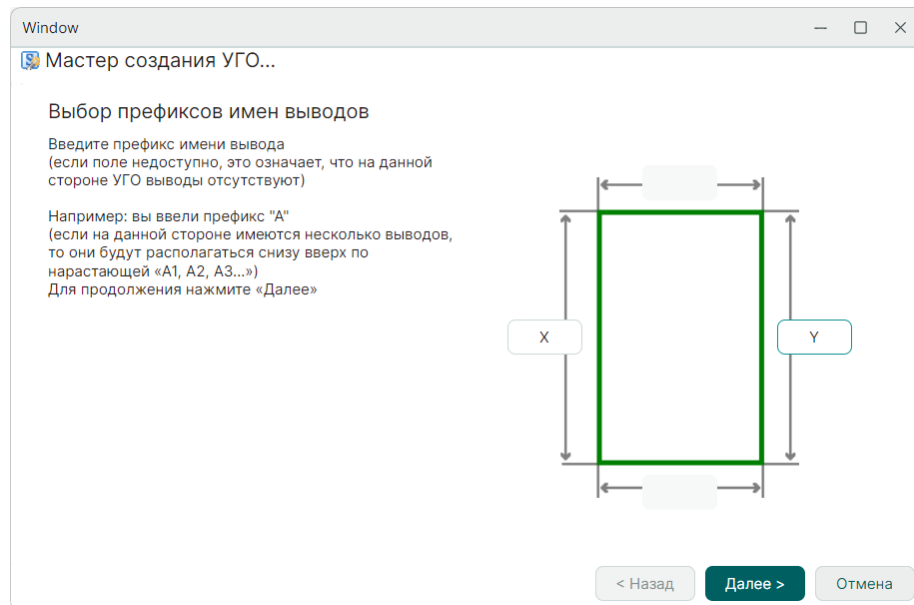

Рис. 220 Префиксы меток выводов
4. Укажите префиксы меток выводов, см. Рис. 220.